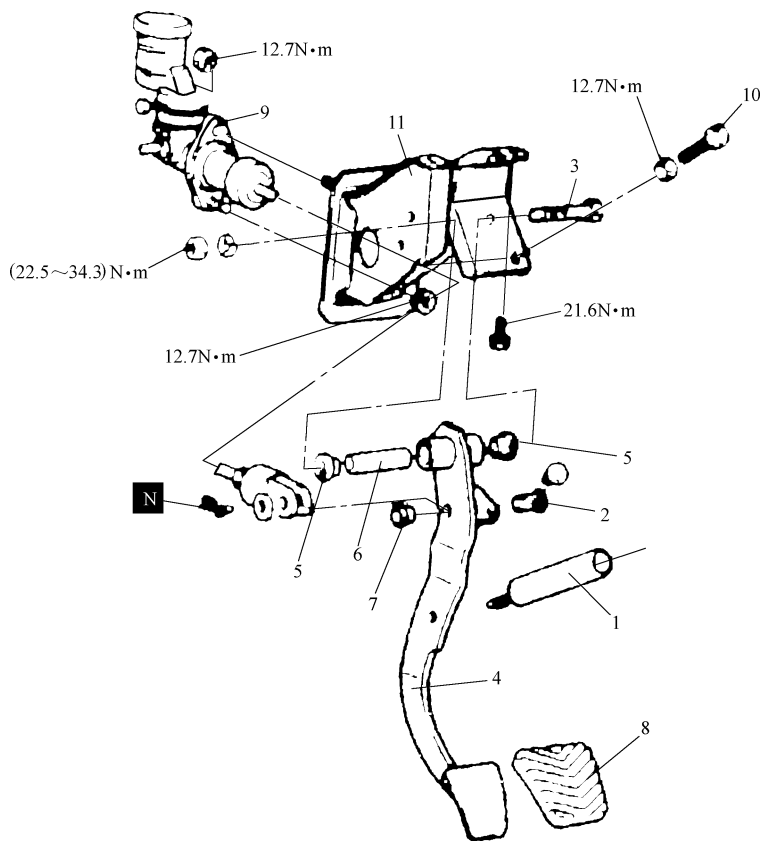

图 3-5 离合器踏板拆卸步骤
2) 安装后的操作：① 脚部送风管道（左侧）和下身部冷气管道的安装。② 离合器踏板的调整。
3) 拆卸步骤如图 3-5 所示。
- ① 检查踏板轴和衬套有无磨损。
- ② 检查踏板有无弯曲或扭曲。
- ③ 检查返回弹簧有无损伤或劣化。
- ④ 检查踏板衬垫有无损坏或磨损。